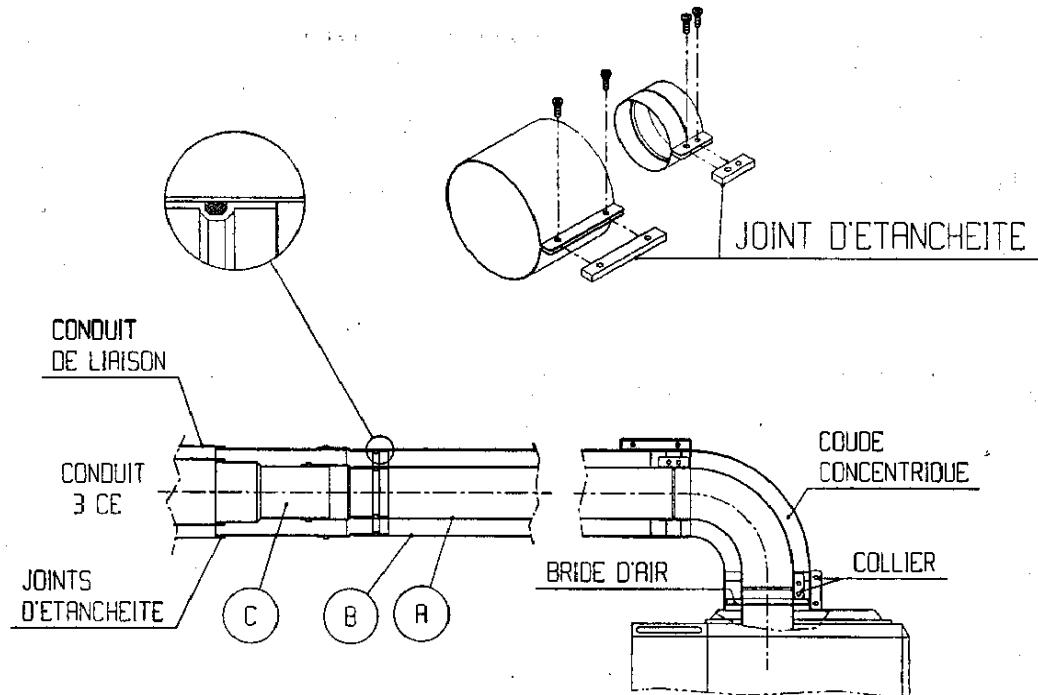

Fig 14
Il comprend (fig 14);
- pour toute longueur supérieure à 1 m, retirer la bride d'air (fig14);